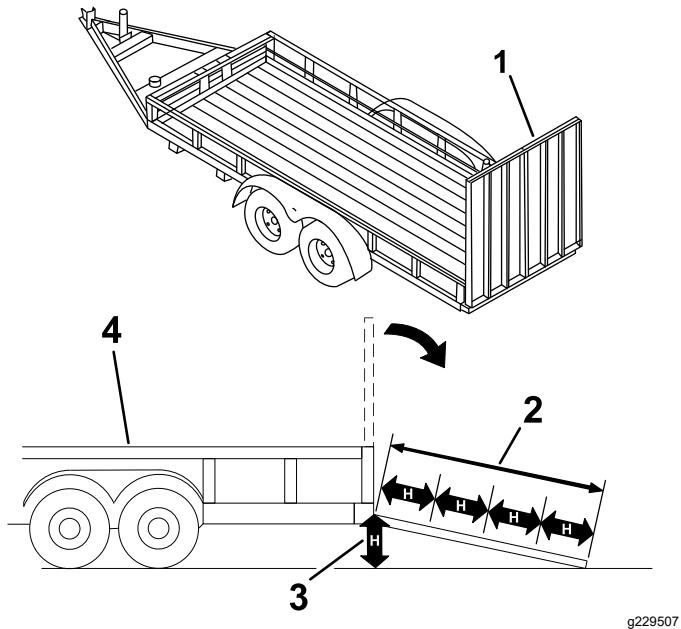

Figure 19
**Le chargement de la machine sur une remorque ou un camion augmente le risque de basculement, et donc de blessures graves ou mortelles (Figure 19).**